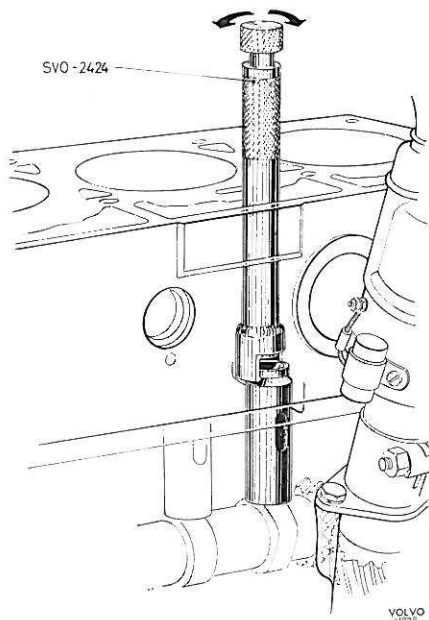

Figure 26. Démontage des poussoirs de soupapes
3. Déposer la bride d'étanchéité arrière en veillant à ne pas endommager les surfaces de contact, ensuite l'alternateur, la pompe à eau, l'allumeur, la tubulure d'admission-d'échappement, le cache-culbuteurs, les culbuteurs et la culasse ainsi que le filtre à huile. Démontez les poussoirs de soupapes en se servant de l'outil 2424, voir figure 26.